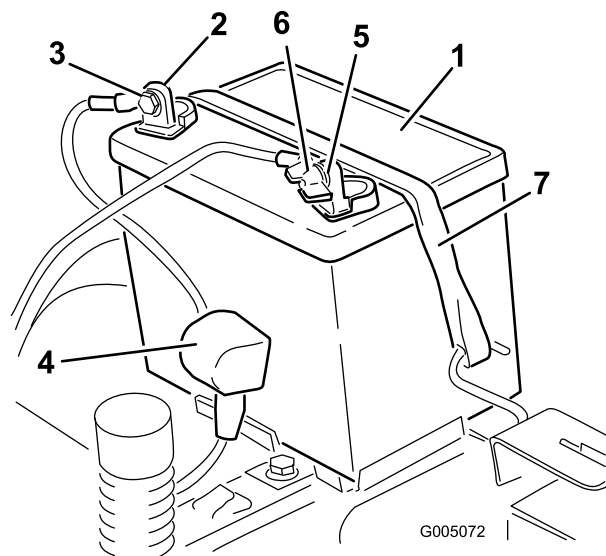

Figura 36
4. Staccate il cavo negativo (nero) di terra dal polo della batteria (Figura 36). Conservate tutti i dispositivi di fermo.
5. Infilate il cappuccio di gomma sul cavo positivo (rosso) della batteria. Staccate il cavo positivo (rosso) dal polo della batteria (Figura 36). Conservate tutti i dispositivi di fermo.
6. Togliete il dispositivo di fissaggio della batteria (Figura 36) e togliete la batteria dal vassoio.
1. Posizionate la batteria nella cassetta (Figura 36).
5. Fissate la batteria con l'apposito dispositivo (Figura 36).